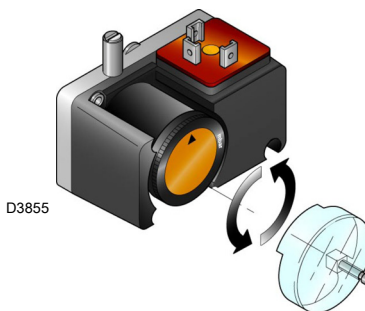

图 30
- 调节最小燃气压力开关 (图 30) 到量程的起始位置。
在调节燃烧器、燃气阀和阀组稳定器后，再调节低燃气压力开关（图 30）。